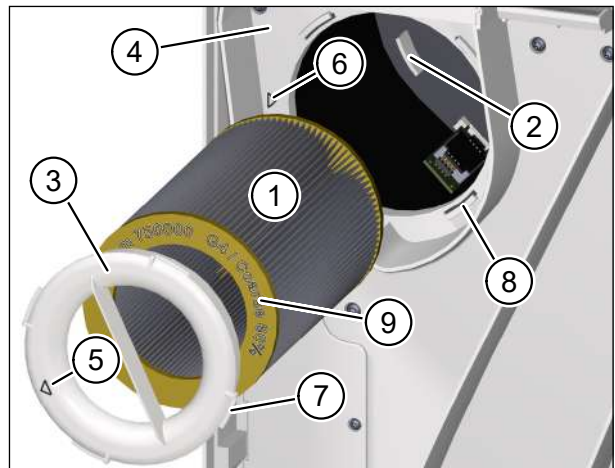

Abb. 18: Neuen Abluftfilter einsetzen
- ▶ Führen Sie den neuen Abluftfilter (Pos. 1 in Abb. 18) vorsichtig in das Lüftungsgerät ein.
- ▶ Achten Sie darauf, dass der Luftfilter in die 3 Haltenasen (Pos. 2 in Abb. 18) an der Rückwand des Lüftungsgerätes gleitet.
- ▶ Setzen Sie den Filterring (Pos. 3 in Abb. 18) auf den Abluftfilter auf. Achten Sie darauf, dass der Filterring plan auf der Zwischenplatte (Pos. 4 in Abb. 18) aufliegt.
- ▶ Drehen Sie den Filterring im Uhrzeigersinn, bis der Pfeil auf dem Filterring (Pos. 5 in Abb. 18) mit dem Pfeil der Arretierposition (Pos. 6 in Abb. 18) fluchtet. Achten Sie darauf, dass die 4 Nasen (Pos. 7 in Abb. 18) am Filterring in den Halterungen (Pos. 8 in Abb. 18) an der Zwischenplatte einrasten.
- Als Abluftfilter darf nur M-WRG-II FS, Art.-Nr. 200267, verwendet werden. Art.-Nr. und Luftfilterklasse sind auf der gelben Endscheibe des Luftfilters (Pos. 9 in Abb. 18) eingeprägt.